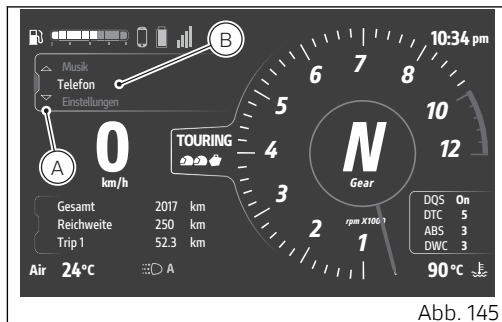

Abb. 145
- Das Interactive Menu (A, Abb. 145) aufrufen. Dazu den Joystick länger anhaltend in die Position ▲ drücken.
- Mit dem Joystick ▲ ▼ die Angabe Telefon (B, Abb. 145) markieren, dann auf ENTER drücken.